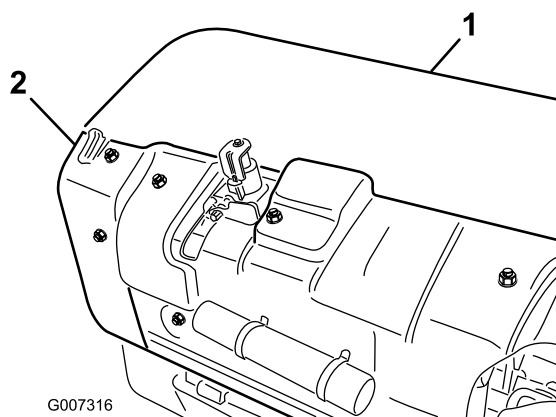

Figura 29
A. Remova a cobertura traseira da cabeça de perfuração (Figura 29).
B. Remova os parafusos de montagem do resguardo da polia remova o resguardo (Figura 29).